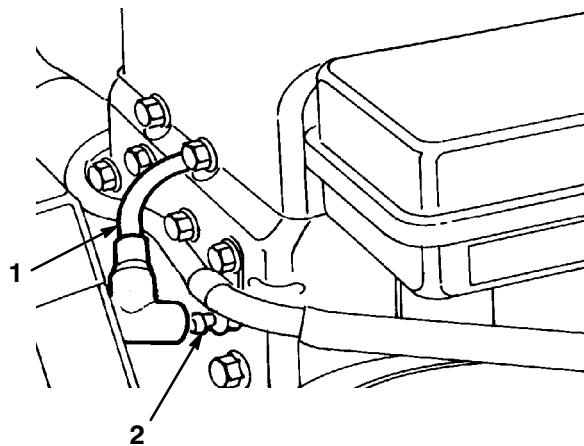

Bild 23
2. Ziehen Sie den Kerzenstecker von der Zündkerze (Bild 23). Reinigen Sie den Bereich um die Zündkerze, um zu verhindern, dass Schmutz in den Motor fallen und Schäden verursachen kann.
- Stecken Sie den Zündkerzenstecker wieder auf die Zündkerze auf (Bild 23).